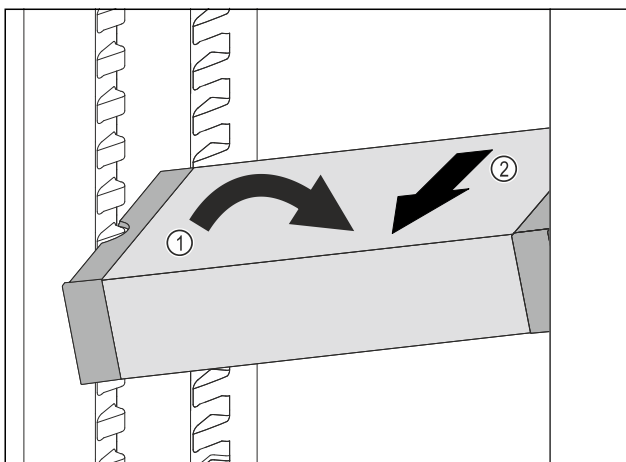

Fig. 139
- ▶ Встановити VarioSafe під кутом в охолоджувальному відділенні. Fig. 139 (1)
- ▶ Витягнути VarioSafe вперед. Fig. 139 (2)